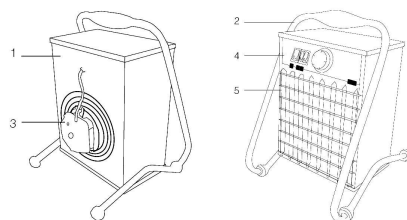

Рис. 1
Несущая конструкция тепловентилятора (см. рис.1) состоит из корпуса (1) и подставки – ручки (2). Вентилятор (3) расположен в задней части тепловентилятора. Блок управления смонтирован на шасси, расположенном в верхней части корпуса под крышкой. Органы управления вынесены на панель шасси (4). Внутри корпуса расположены